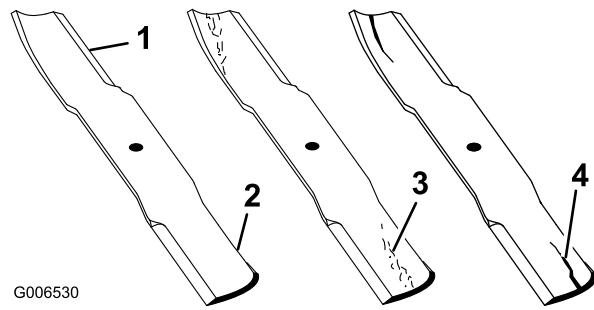

Bild 25
4. Prüfen Sie die Schnittkanten des Messers sorgfältig, insbesondere dort, wo die geraden Flächen die gebogenen berühren (Bild 25).
Hinweis: Da Sand und anderes reibendes Material das Metall abschleifen kann, das die flachen mit den gebogenen Teilen verbindet, müssen Sie das Messer vor jedem Einsatz der Maschine prüfen. Tauschen Sie das Messer aus, wenn Sie eine Abnutzung feststellen (Bild 25); siehe „Entfernen des Schnittmessers“.
Wenn sich das Messer abwetzen kann, bildet sich ein Schlitz zwischen dem Windflügel und dem flachen Teil des Messers (Bild 25). Zuletzt kann sich ein Stück des Messers lösen und aus dem Gehäuse herausgeschleudert werden. Das kann zu schweren Verletzungen bei Ihnen selbst und Unbeteiligten führen.